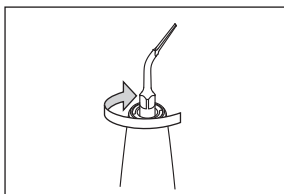

Fig. 1
- 1) Primeiro aperte bem a ponta com a mão na peça de mão até prender (Fig. 1).